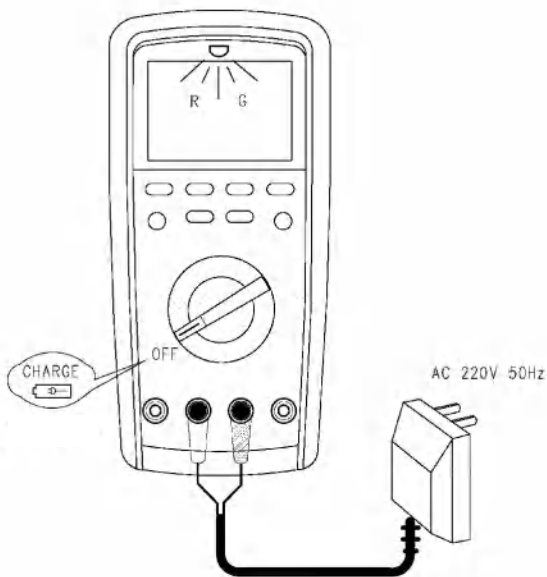

图14
***、内置工作锂电池充电:(见图14)(仅适用于UT171B/C)按图连接附件专配充电适配器对机内锂电池**